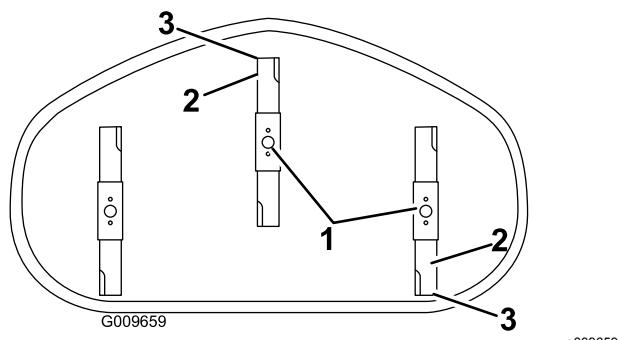

Figure 56
4. Faites pivoter les lames avec précaution pour faire passer les pointes avant à l'arrière (Figure 56).
- 5. Mesurez la distance entre la pointe de la lame avant et la pointe de la lame arrière par rapport à la surface plane (Figure 56).
de la lame soit de 1,6 à 8 mm (1/16 à 5/16 po) plus bas de la pointe arrière (Figure 56).